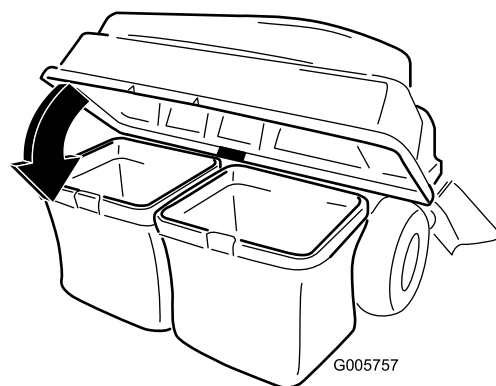

Figura 18
3. Abbassate il coperchio sul cesto (Figura 18).